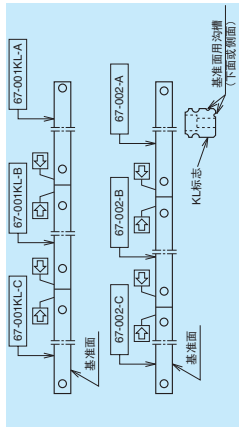

图 10.25
- 接续型号的导轨，在其导轨安装基准面相反一侧表示有 A、B、C、... 符号和箭头，请用户根据这些标记并按照图 10.25 所示的方法进行组装。